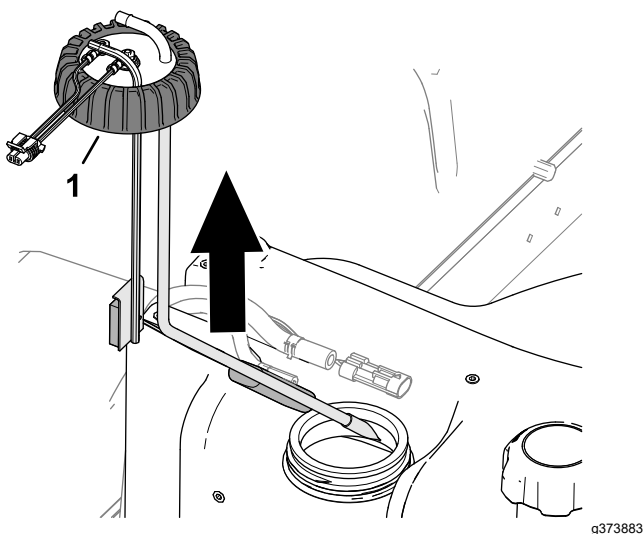

Рисунок 91
5. Ослабьте крышку датчика уровня топлива (Рисунок 91).